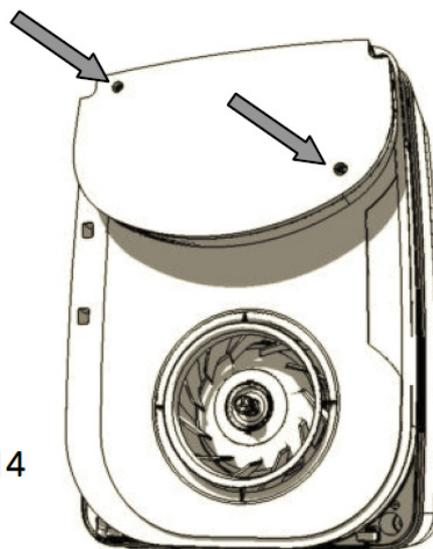

FIG.14
- 12- Remettre et fixer le couvercle de protection électrique avec les 2 vis de fixation. (FIG 14)